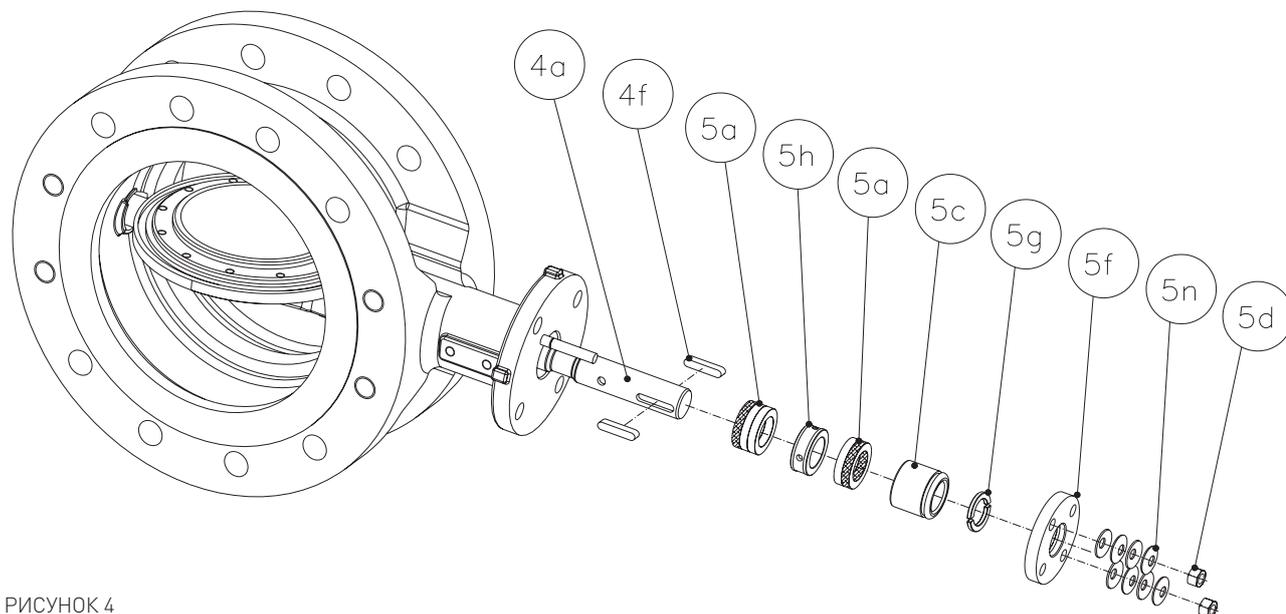

РИСУНОК 4
См. рис. 4.
6. Нанесите тонкий слой смазки на каждую поверхность нового уплотнительного кольца (5a) (смазка должна быть подобрана в соответствии с Таблицей 3). Вставьте новые уплотнительные кольца, не забывая вставлять два плетеных кольца внизу и вверху всей набивки. Если клапан оснащен опцией промывки сальника, вставьте фонарное кольцо (5h) в той же исходной последовательности (или как показано на рис. 4). Если уплотнительные кольца разъемного типа, устанавливайте их с зазорами, расположенными под углом 180 ° друг к другу.